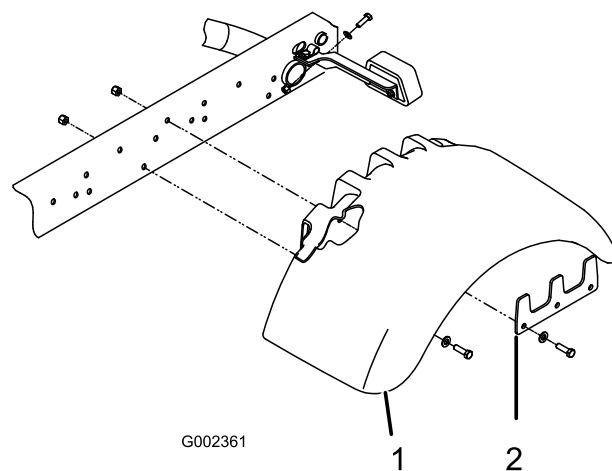

Figura 4
4. Prenda ligeiramente o guarda-lamas a cada lado do suporte com uma placa de suporte, parafusos (5) 3/8 x 1-1/4 pol. e uma contraporca conforme ilustrado em Figura 4.